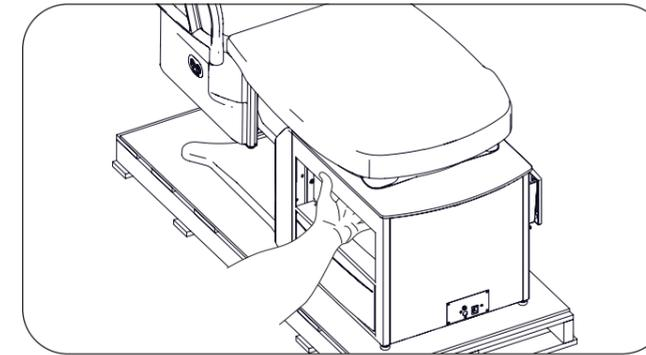
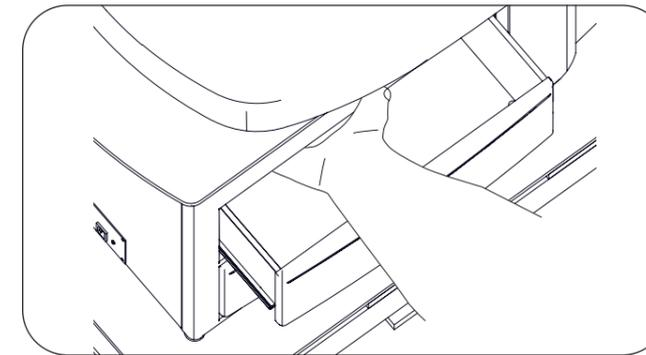
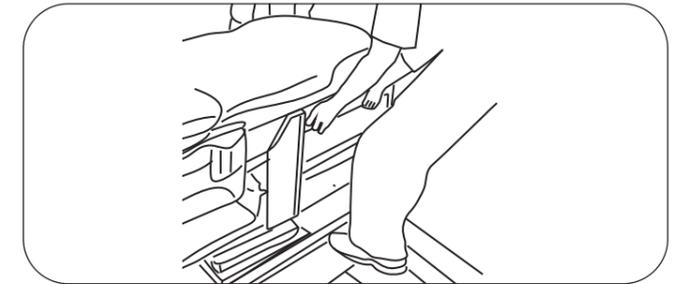

Figure 19. Poignée arrière gauche
Figure 20. Main courante arrière droite
Figure 21. Points de levage arrière
20. Les points de levage arrière sont assurés par les ouvertures de tiroir supérieures arrière traversantes sur les côtés gauche et droit (Figure 19, Figure 20, Figure 21).